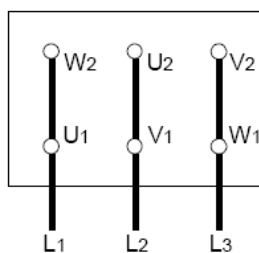

Fig. 9a. Conexión - Δ
- La conexión a la red eléctrica en la caja de bornes depende de la potencia nominal del motor, la fuente de alimentación y el tipo de conexión. La conexión necesaria de los puentes en la caja de bornes se muestra a continuación (**Tabla 1.** y **Fig. 9a, 9b, 9c**).